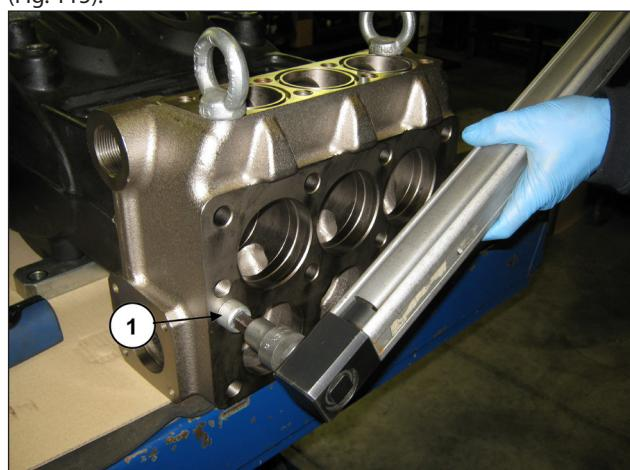

Fig. 114
Ahora es posible desmontar la cabeza del cárter de la bomba aflojando los 2 tornillos M16x180 (pos. ①, Fig. 114).